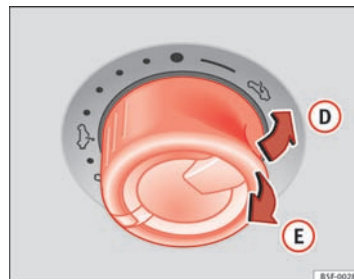

Fig. 58 I loftet: Tryk på kontakten eller træk i den for at vippe op eller lukke.
⇒ Fig. 58
- Inden for ca. 5 sek. efter udløsning af kraftbegrænsningen skal du trække i den bageste del af kontakten ⇒ Fig. 58 (pil ⑤), indtil panoramaskydetaget er helt lukket.